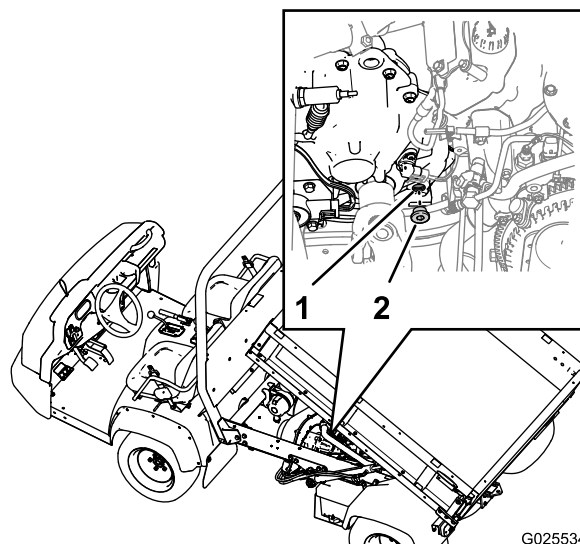

Figura 65
1. Localice el tapón de llenado en la parte más baja en la parte interior de la parte trasera de la transmisión (Figura 65).
3. Gire el tapón en sentido antihorario y retire el tapón del orificio de llenado de la transmisión (Figura 65).
enrasado con el borde inferior de la rosca del orificio (Figura 65).
6. Instale el tapón de llenado en la transmisión, y apriételo a mano (Figura 65).